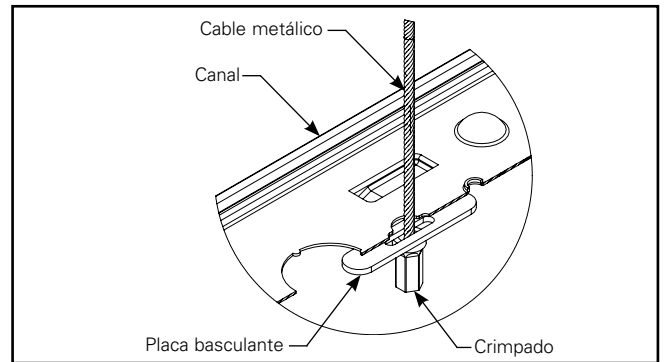

Figura 4.3.
- Después de insertarlo, asegúrese de que la superficie del espesor de la placa basculante esté paralela a la superficie superior y dentro del canal (Figura 4.3).